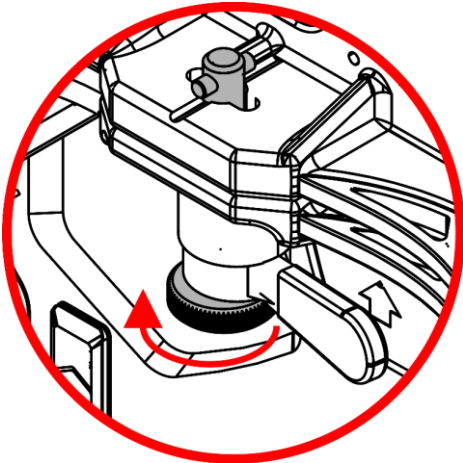

Fig. 11
- 03) Asegúrese de que los **pernos (C)** están apretados firmemente en la **abertura del cierre rápido (11)** como se muestra en la Fig. 11.